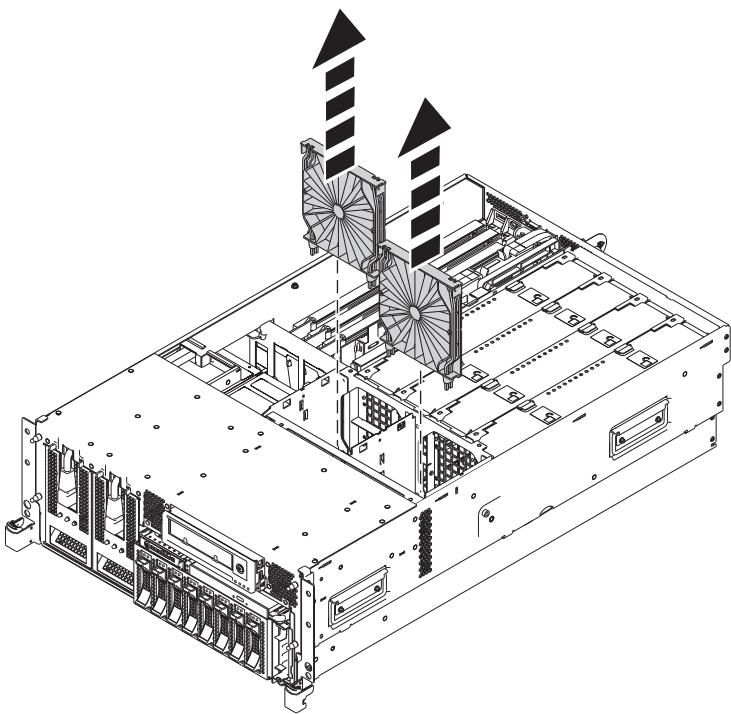

図3. ファン・ケージからのエア・バッフルの取り外し
- b. エア・バッフルを取り外すには、6 ページの図 3 に示すように、エア・バッフルを掴んでファン・ケージから引き出します。